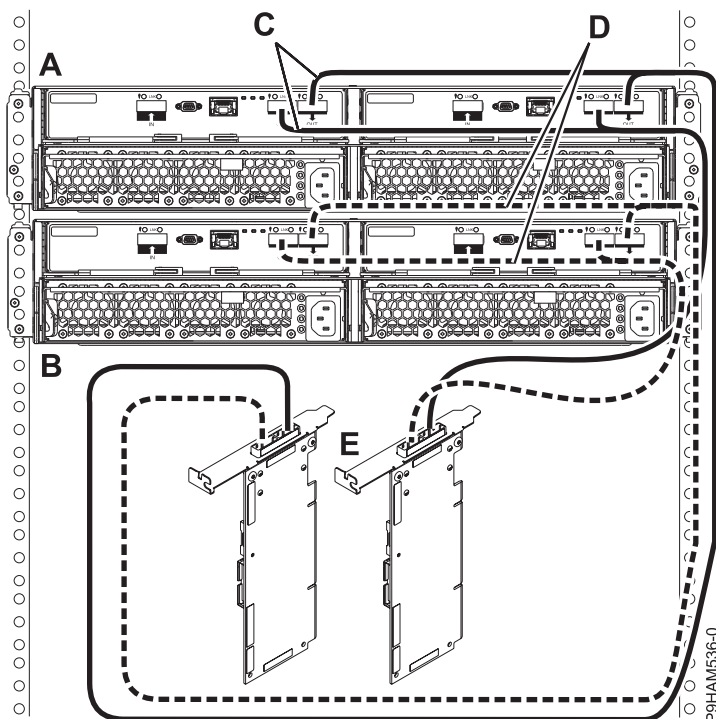

Figura 26. Conexión de modalidad 1 de dos alojamientos de unidad de disco 5887 utilizando cables YO a un par de adaptadores SAS
17. Lleve a cabo una conexión en la modalidad 1 de dos alojamientos (A y B) utilizando cables YO (C y D) en un par de adaptadores SAS (E), tal como se muestra en la Figura 26 en la página 25, y, a continuación continúe con “Conexión de los cables, cables de alimentación e instalación de cubiertas” en la página 29.